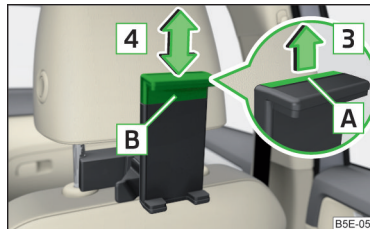

Abb. 120 Haltergröße anpassen
- Zur **Anpassung der Haltergröße** die Sicherungslasche **A** in Pfeilrichtung **3** herausziehen und den Teil **B** in Pfeilrichtung **4** in die gewünschte Position verschieben » Abb. 120.